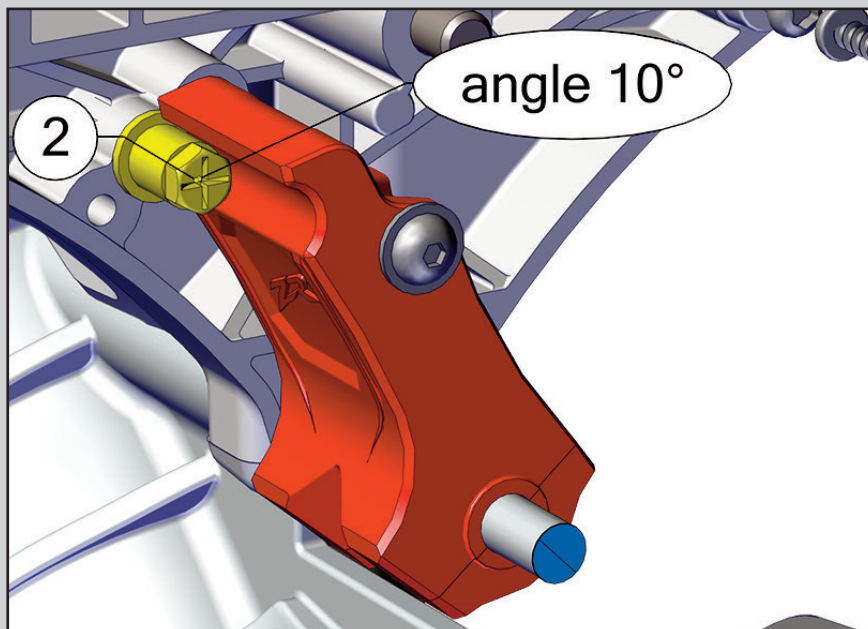

Fig. 1
Mettre la planche en position « twist » pour améliorer l'accessibilité. Desserrer la vis (réf. FB04091) de la butée devenue accessible à l'aide d'un tournevis cruciforme et la revisser dans le trou 2 (fig. 1).
*Twist the board to aid accessibility and unscrew the remaining stop screw (ref. FB04091) with a cross-head screwdriver, to screw it back in hole 2 (fig. 1).*